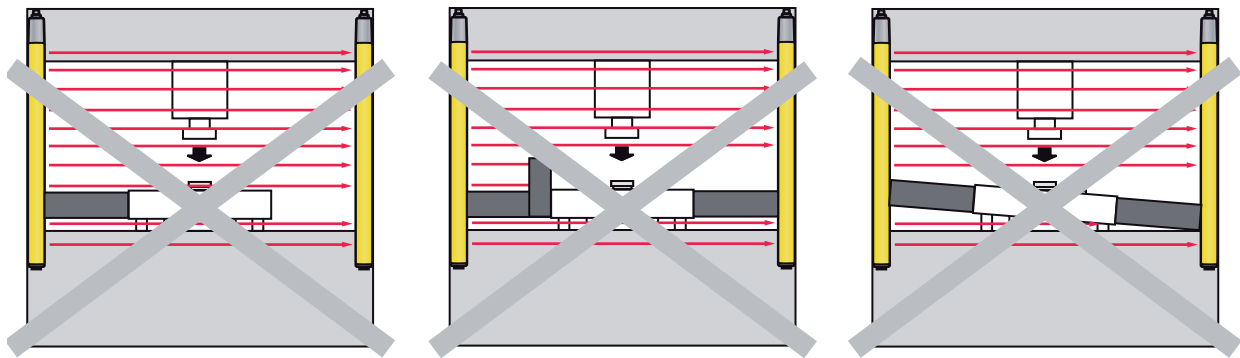

Bild 4.2: Feste Ausblendung: Vermeidung von „Schattenbildung“
- Es darf keine „Schattenbildung“ im Schutzfeld auftreten (siehe Bild 4.2).